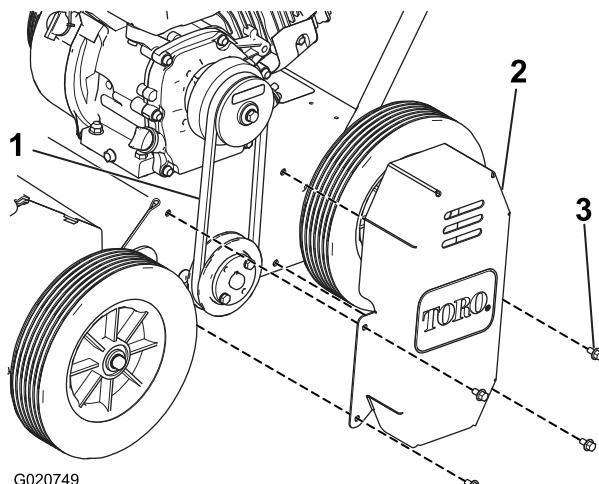

Figure 21
- Retirez les 4 boulons qui fixent le couvercle de la courroie sur le côté gauche de la machine, et déposez le couvercle (Figure 21).
- Contrôlez la tension de la courroie (Figure 21).